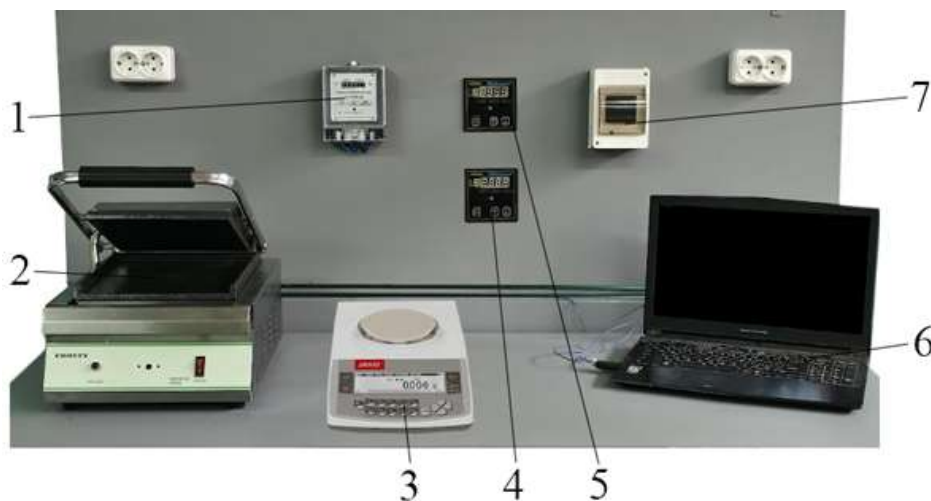

Рис. 5.1. Схема експериментального стенду:
3.1. Підготувати установку (рис. 5.1).